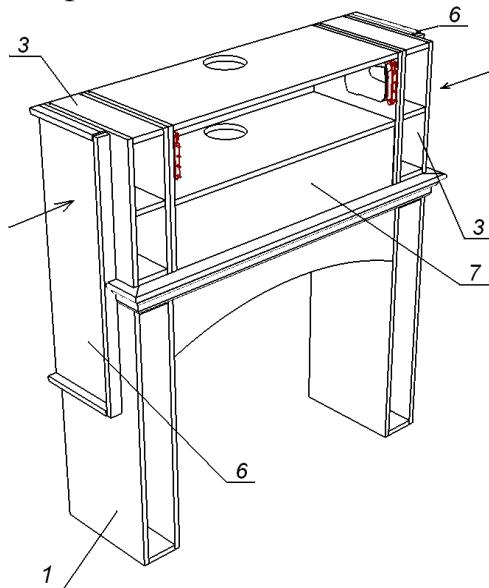

Рис. 37
- в промежуток между дистанциаторами (6) установить элементы (3) и (7). Элемент (7) навешивается так же, как и остальные навесные шкафы с использованием монтажной шины и регулируемых подвесов. Между собой элементы (6), (3) и (7) соединяются винтовыми стяжками или шурупами 4x30 (Рис. 37)